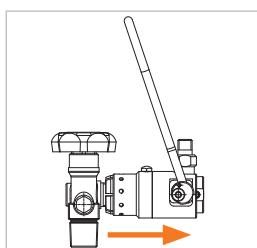

Figure 13
- ▶ Retirez le connecteur tout droit et vers l'arrière (*Figure 13*). Le joint frontal est ainsi préservé des dommages causés par d'éventuels bords saillants de la vanne de la bouteille. **Attention** : s'il n'est pas possible de retirer le connecteur :